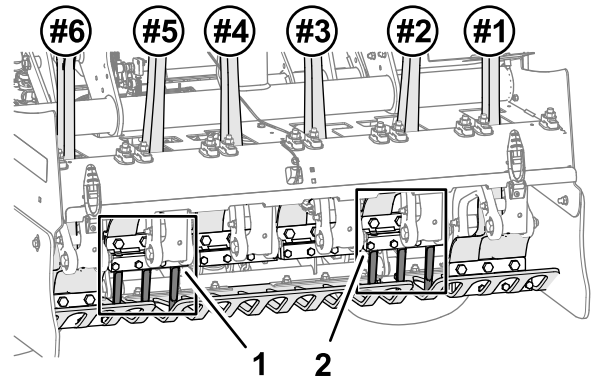
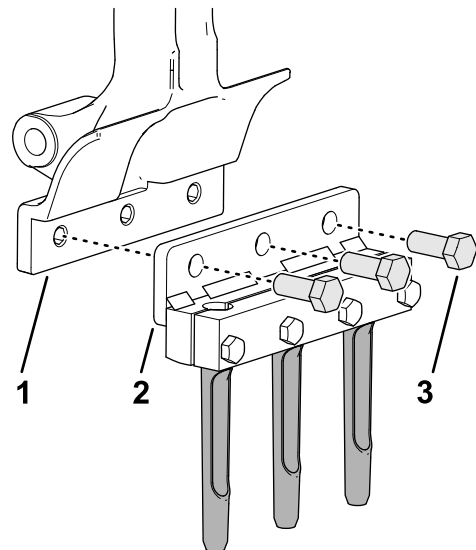

Figure 42
Figure 43
1. Fixez légèrement le porte-louchets et les louchets sur le bras d'aération (Figure 42 et Figure 43) à l'aide de 3 boulons ($\frac{1}{2}$ x $1\frac{1}{4}$ po).